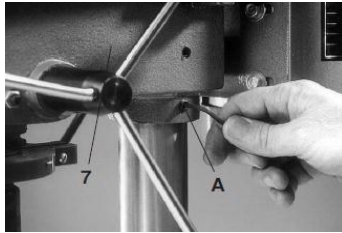

Рис.5
7.3. Установите на колонну узел сверлильной головки (7),см. Рис.5. Поворачивая узел сверлильной головки на колонне убедиться, что узел сверлильной головки 7 сел до упора и зафиксируйте его затянув винт А